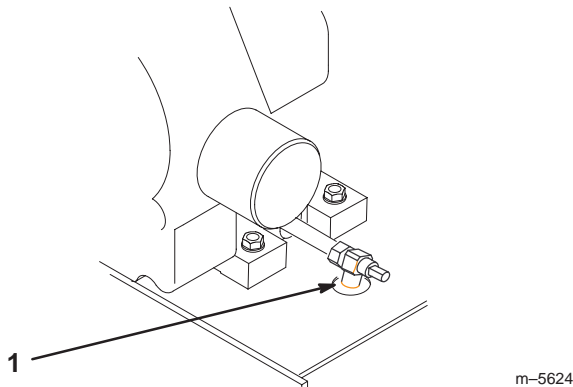

Figure 27
3. Placez un bac de vidange sous l'orifice de vidange. Ouvrez le robinet de vidange avec un tournevis à lame plate, une clé de 3/8 pouce ou de 10 mm (Fig. 27).
4. Tournez le robinet dans le sens horaire pour le fermer et dans le sens anti-horaire pour l'ouvrir (Fig. 27).
5. Quand toute l'huile s'est écoulée, refermez le robinet de vidange (Fig. 27).